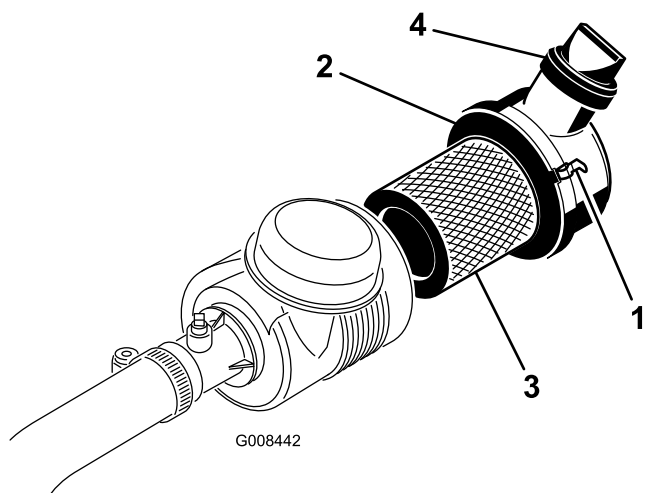

図 33
- エアクリーナのカバーをボディーに固定しているラッチを外す(図 33)。
- カバーとボディーがラッチで確実に固定されていることを確認する 図 33。